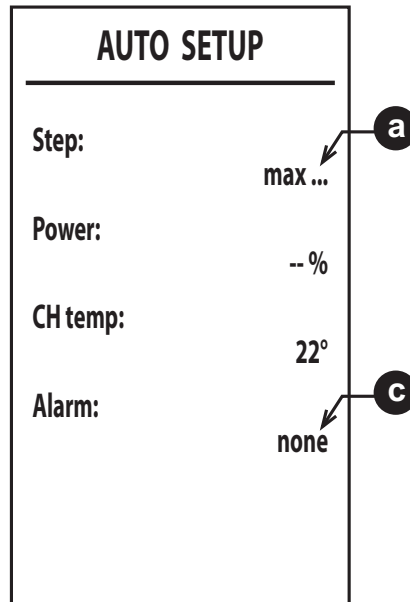

fig. 51
6. Después del encendido, el quemador se pone en modo calefacción a las distintas potencias (máx., med., mín.) indicadas por el punto **a** (fig. 51). Si la eliminación del calor de la instalación no es suficiente para hacer terminar el procedimiento, se puede activar una demanda de ACS **solo después de que se haya encendido el quemador**.
8. Si la secuencia de encendido descrita en el punto “6” no termina correctamente, se visualiza el mensaje **max_err** en el punto **a** y un código de error en el punto **c** (fig. 51).